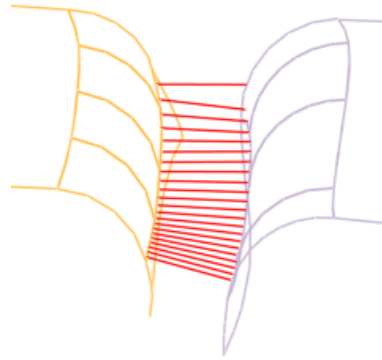

Figura 2.182 Ejemplo de Comb.
- **Comb:** sale el resultado del análisis como líneas de colores. Con el botón de color, puede elegir la tonalidad de esta (Figura 2.182).